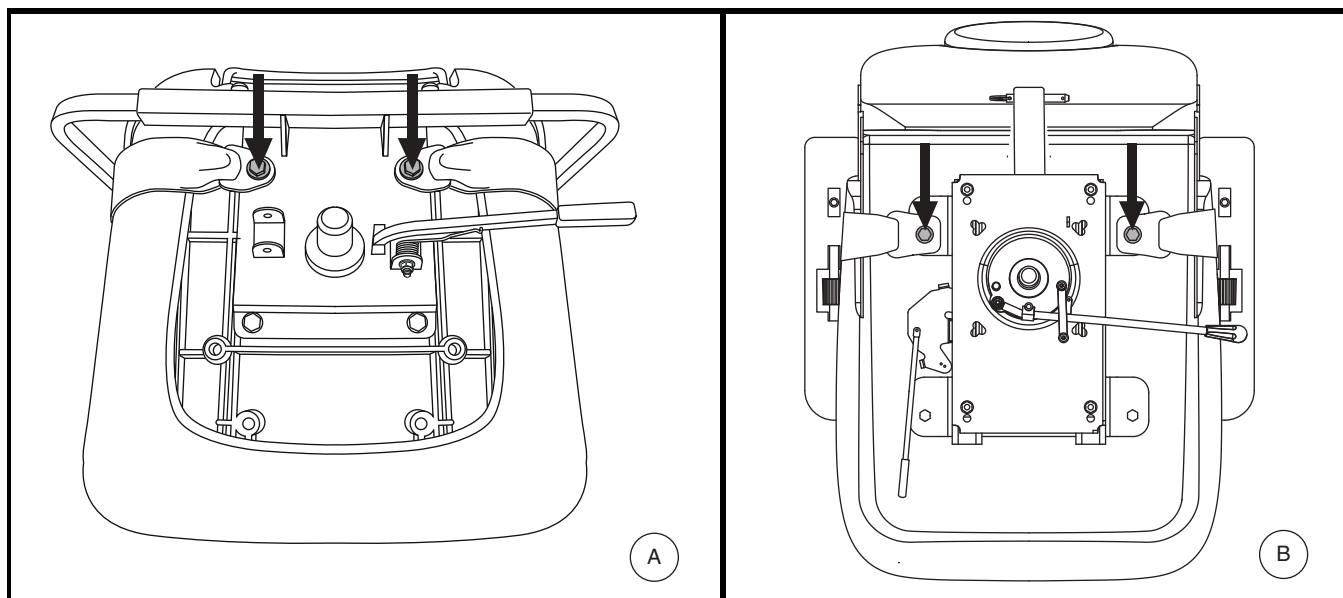

Figura 19. Bulloni per cinture di sicurezza
La seduta del scooter può essere dotata di cinture di sicurezza regolabili. **Vedere figura 19.** La cintura di sicurezza è stata progettata per garantire un maggiore supporto all'utente ed evitare che scivoli in avanti o indietro sulla seduta. La cintura di posizionamento non è concepita come dispositivo di contenimento.
2. Posizionare la seduta a testa in giù per poter lavorare sulla base della seduta. **Vedere figura 19.**